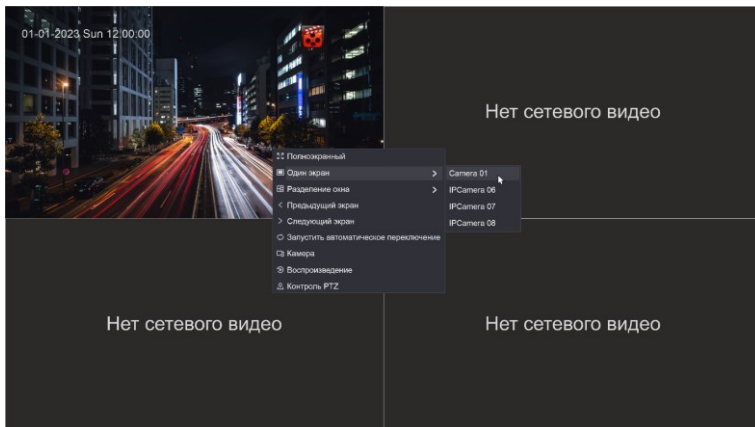

Рисунок 12 – Выбор камеры для отображения
7.11 Для отображения видеопотока с одного из каналов в полноэкранном режиме следует сделать клик правой кнопкой мыши в произвольном месте экрана блокировки и в выпадающем меню выбрать второй сверху пункт [Один экран]. Далее в открывшемся подменю выбрать название интересующей камеры (рисунок 12).